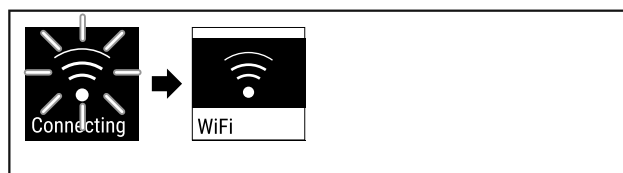

Fig. 85
- ▶ Połączenie zostanie utworzone (patrz Fig. 85).